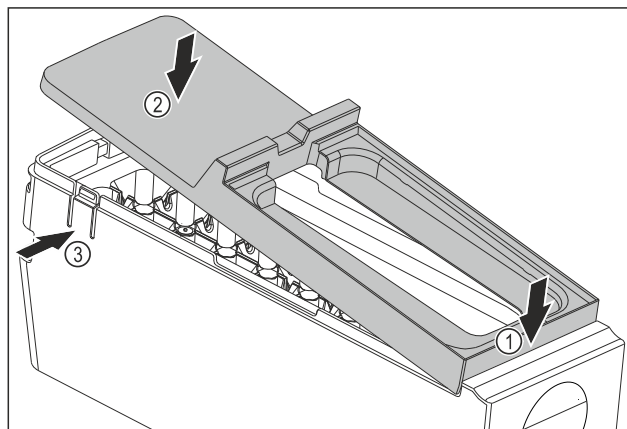

Fig. 94
- ▶ Montar la cubierta del EasyTwist-Ice: Colocar la cubierta por delante. Fig. 94 (1)
- ▶ Bajar la cubierta por detrás. Fig. 94 (2)
- ▷ La cubierta encaja en ambas lengüetas Fig. 94 (3) de forma audible.